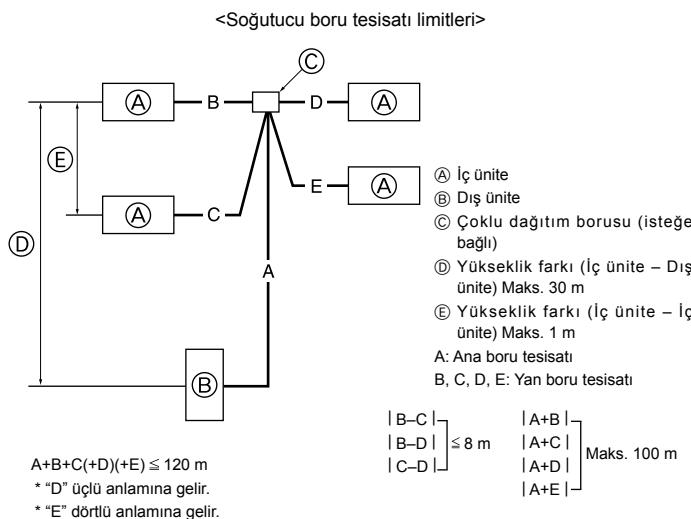

Fig. 4-9
4.8. Çiftli/üçlü/dörtlü kombinasyon için (Fig. 4-9)